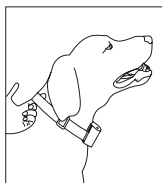

Fig. 3
- » Laissez toujours l'espace d'un doigt sous le collier (figure 3).